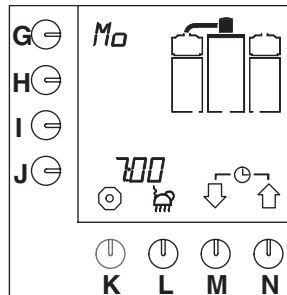

Abb. 13 Beispiel für den aktuellen Tag und Zeit
- Jetzt erscheinen ganz kurz das aktuelle Datum und die aktuelle Zeit im Display (Abb.13).
- Jetzt erscheinen der aktuelle Tag und die aktuelle Zeit im Display (Abb.13).